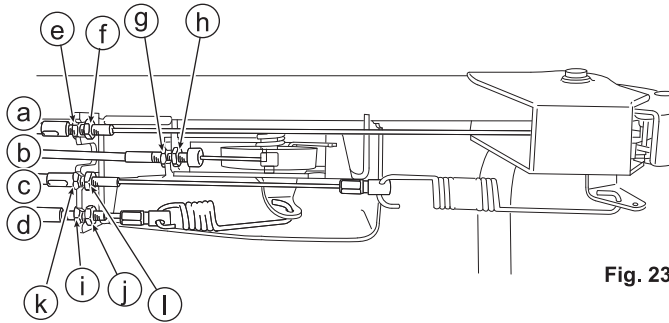

Fig. 23
8.5.1 Manette des gaz (Voir Figs. 23 et 24)
8.5.2 Levier d'embrayage de la lame (Voir Figs. 23 et 25)
8.5.3 Levier d'embrayage (Voir Figs. 23 and 26)
3. Vérifiez que la machine peut être tirée vers l'arrière lorsque le levier d'embrayage (B) est relâché.
8.5.4 Levier de changement de vitesse (Voir Figs. 23 et 27)